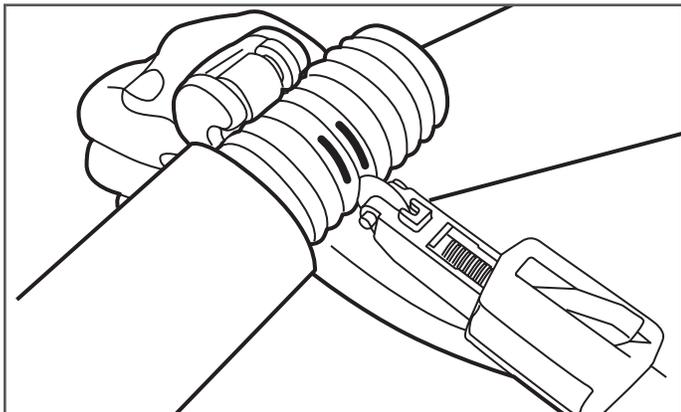

Figure 7-18
19. Retirez la section centrale du raccord DoubleTrac® et coupez le tuyau ondulé à l'aide d'un coupe-tubes avec une molette acérée. La coupure doit être au centre du creux entre les deux ondulations identifiées. Utilisez des mouvements circulaires complets dans la même direction et augmentez légèrement la pression sur la molette à chaque tour. **NE SERREZ PAS TROP** la molette : cela pourrait aplatisir le tuyau (Figure 7-18).